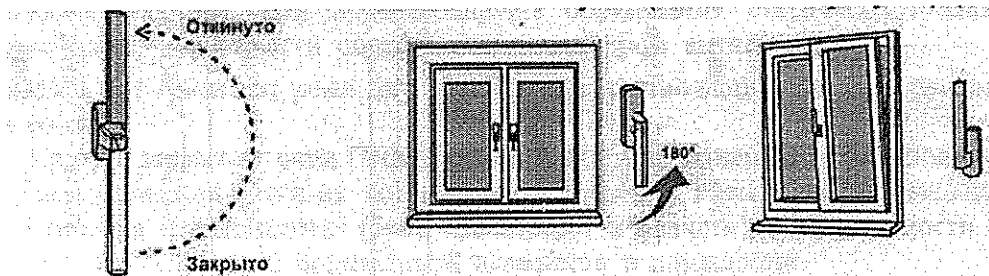

Рис.2
3. Для перевода створки из закрытого положение в откидное (поворот створки относительно нижней горизонтальной оси, положение «Откинута» на Рис.2) ручку поворачивают вертикально на 180 градусов вверх, затем, потянув за ручку, поворачивают створку относительно нижней горизонтальной оси на заданный изготовителем угол (не более 10 градусов) (откидной режим).
4. Для запираения створки из открытого или откидного положения ее сначала закрывают и, придерживая створку рукой, поворачивают ручку вертикально вниз (положение «Закрыто» на рис.2).